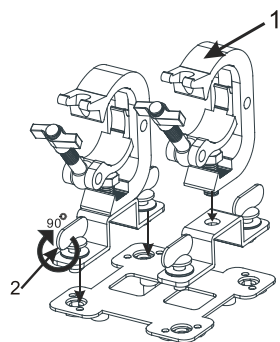

图.1
1. 如图 1 所示，旋转快锁挂钩上的螺丝，将快锁挂钩与 Omega 座固定。
2. 90 度旋转 Omega 座上的螺丝，如图 1 所示， 将快锁挂钩固定在灯具底部。